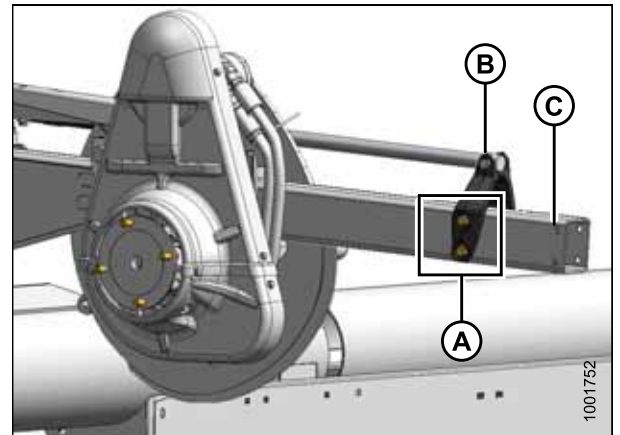

图 3.39: 后移位置
- 后移位置请参见图 3.39，页码 61
5. 重新装回四个螺栓 (A) 以固定支架 (B) 到拨禾轮臂上的新位置。